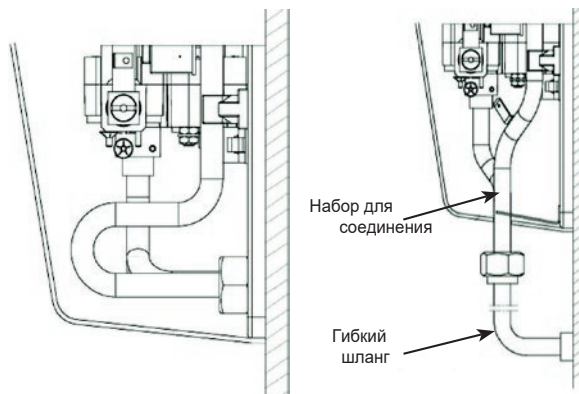

Рис. 4. Примеры подключения нагревателя к водопроводу
- Подключите нагреватель к системе водоснабжения, закрутив гайки на выступающих патрубках и убедитесь, что вы установили прокладки (прокладки фильтра на водопровод). Существует также другой способ подключения нагревателя с помощью “соединительного комплекта” и гибких плетеных шлангов, проходящих через отверстия, вырезанные в нижней части корпуса (Рис.4). Убедитесь, что вы установили запорный клапан на подаче воды к устройству.